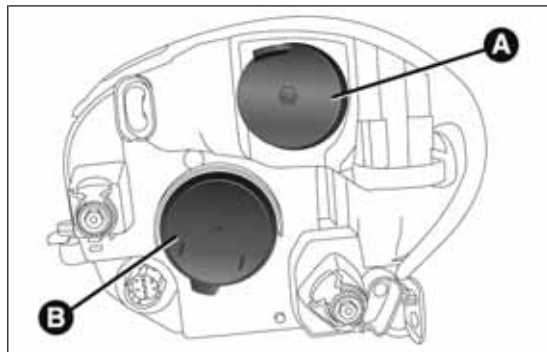

fig. 171
La ubicación de las lámparas es la siguiente fig. 171:
- ☐ quitar la tapa A fig. 171;
- ☐ por último, volver a montar la tapa A fig. 171.
- ☐ quitar la tapa B fig. 171;
- ☐ por último, volver a montar la tapa B fig. 171.